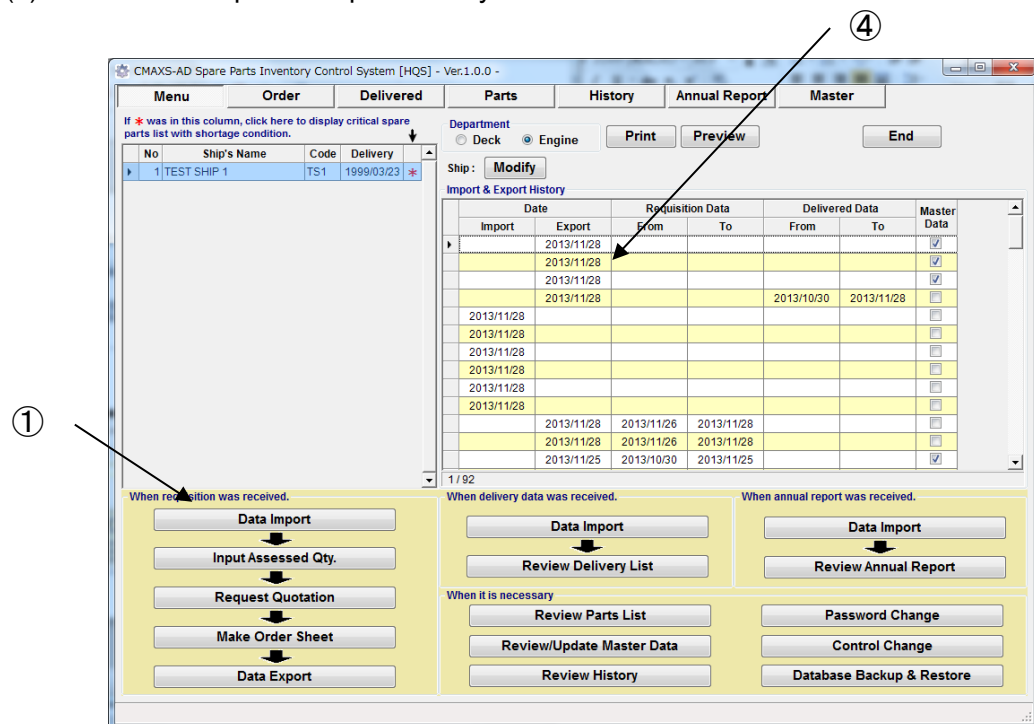
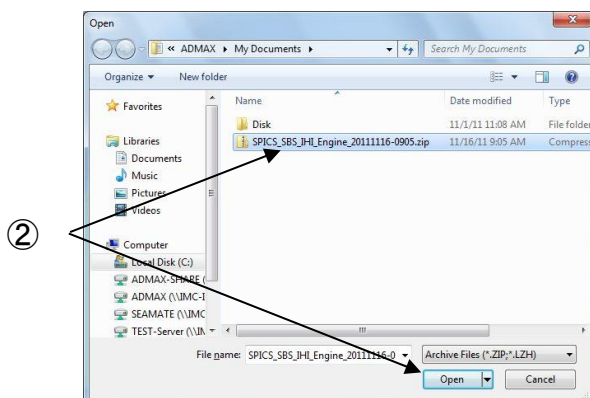

図 6-1 Menu 画面
図 6-2 Open ダイアログ
(1) “Menu 画面”(Fig.6-1)で [Data Import]を選択すると、[Open Dialog](Fig.6-2) が表示されます。
(2) 受信するファイルを選択し、 [Open]を選択します。